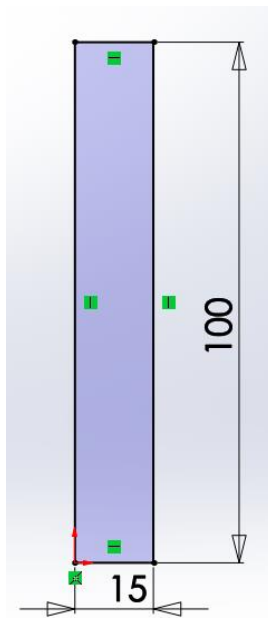

Рисунок 1.4 – Ескіз стінки деталі
2. Виберіть вид на площині **Спереду** та за допомогою команд з відповідної панелі нарисуйте ескіз і нанесіть розміри, як показано на рис. 1.4.